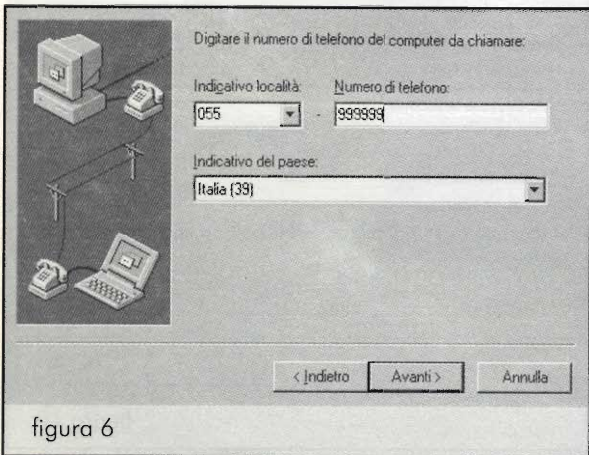

figura 6
Dopo aver confermato cliccando su "OK", proseguite cliccando su *Avanti*; qui dovrete inserire il numero telefonico che il Provider vi ha già fornito, l'eventuale prefisso e l'identificativo della nazione (al solito Italia (39), come si vede in figura 6).